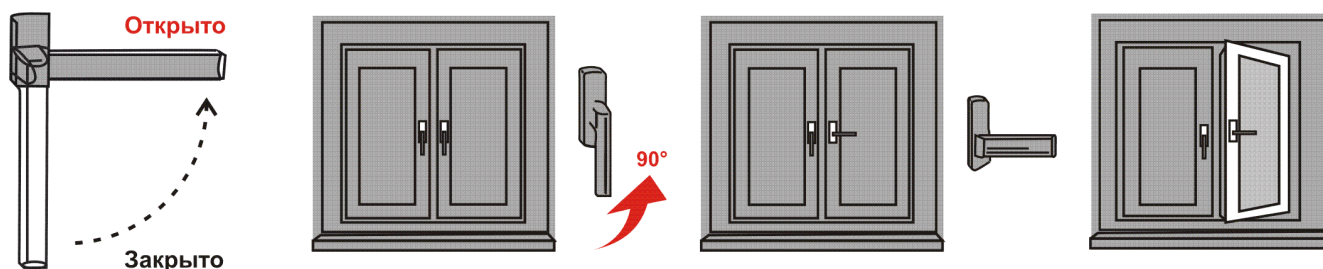

Рис.1
2. Чтобы открыть (распахнуть) створку окна, ручку поворачивают на 90 градусов в горизонтальное положение (положение «Открыто» на Рис. 1). При повороте ручки закрытую створку слегка прижимают к раме другой рукой (чуть выше ручки). Затем, потянув за ручку, створку распахивают (сплошной режим — поворотное открывание).